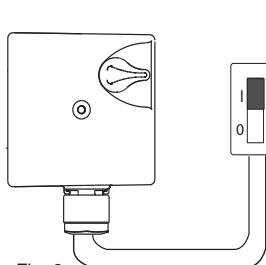

Fig. 6
Estas operaciones hay que realizarlas de la siguiente manera (fig. 6)
- открутить выпускную заглушку и повернуть вал насоса с помощью отвертки (рис. 6);
Если помещение отапливается слаба необходимо увеличить число оборотов насоса, однако в трубопроводах и, особенности запорной аппаратуры (например, терmostatickem клапане) могут возникнуть шумы. Они устраняются переключением насоса на меньшие числа оборотов. Скорость устанавливается следующим образом (Рис.6):